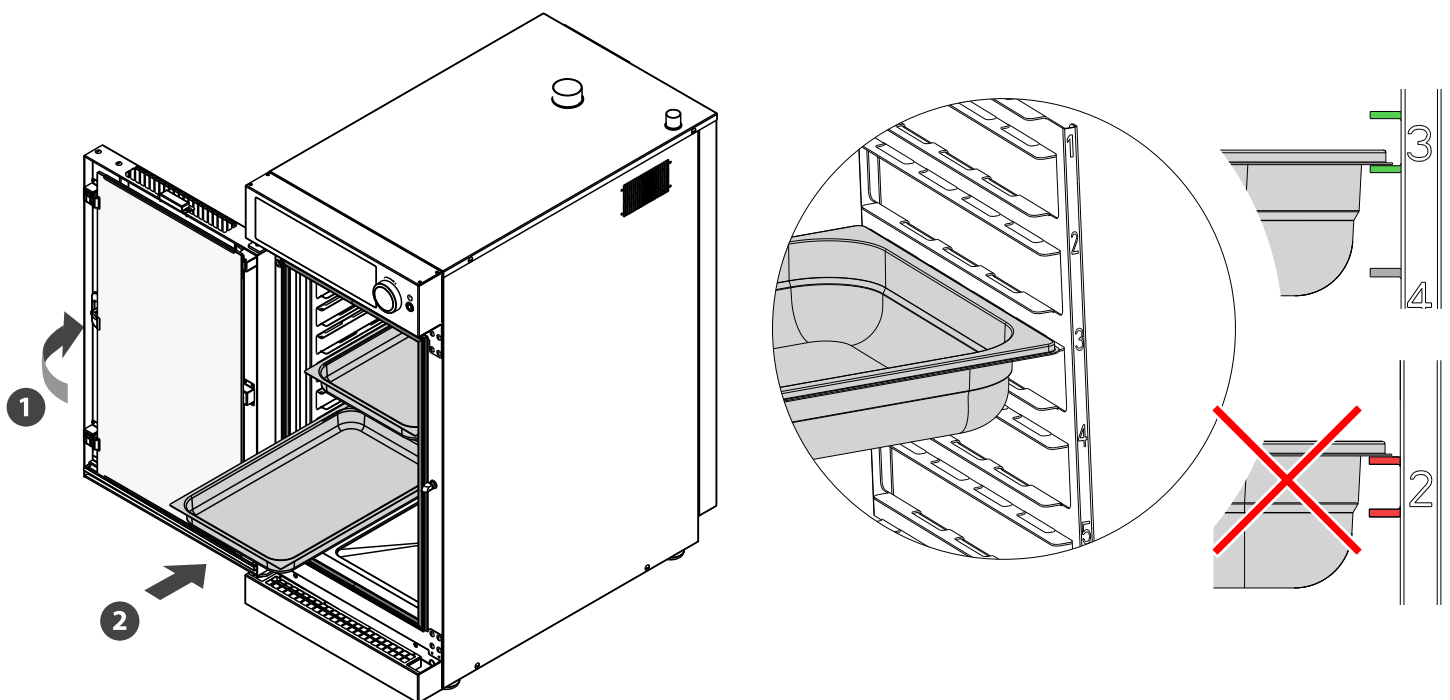

Abb. 11
- Führen Sie die Bleche bis zum Anschlag ein (Abb. 11).